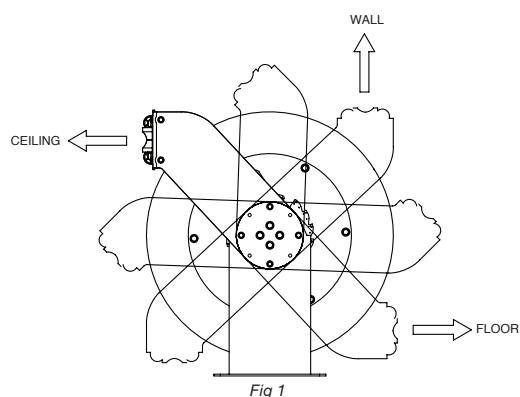
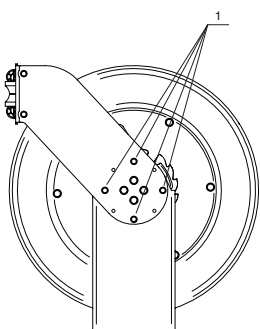

Fig 1
Fig 2
The reel can be wall, ceiling or floor mounted. To allow the hose to always be optimally extended, the guide arms can be assembled in 6 different positions (fig. 1). To position these guide arms, loosen and remove the screws (1) (fig. 2) in both arms. At this moment, the spool and the guide arms become loose from the reel frame. Then, just position the guide arms in the desired position and fix them with the same screws.
Slangupprullaren kan monteras på vägg, i tak eller på golv. För att slangens alltid skall vara optimalt uttrullad, kan utloppsarmarna justeras i sex olika positioner (fig 1.) För att justera utloppsarmarna, lossa på bultarna (1) (fig 2.) på båda armarna. Detta frigör armarna och trumman från stativet. Justera utloppsarmarna till önskad position och skruva dit bultarna.
Der Automatik-Schlauchaufroller kann an Wand, Decke oder Boden montiert werden. Damit der Schlauch in jedem Fall in optimalem Winkel ein- und ausgezogen werden kann, können die Führungsarme in 6 verschiedenen Positionen montiert werden (Abb. 1): Um die Führungsarme in die gewünschte Stellung zu bringen, müssen die Schrauben (1) (Abb. 2) an beiden Armen gelöst und entfernt werden, so dass die Trommel zusammen mit den Führungsarmen vom Rahmen getrennt ist. Daraufhin können die Arme in die gewünschte Stellung gebracht und mit denselben Schrauben wieder befestigt werden.